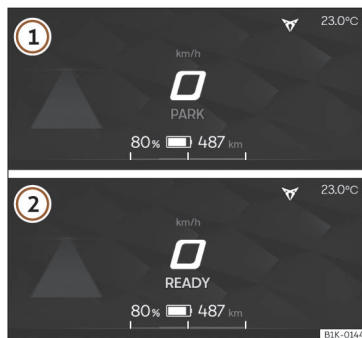

Fig. 8 Ecrã do Digital Cockpit
1. Com o sistema de propulsão ligado, o Digital Cockpit mostra o velocímetro/ indicador de velocidade >>> **Fig. 8**